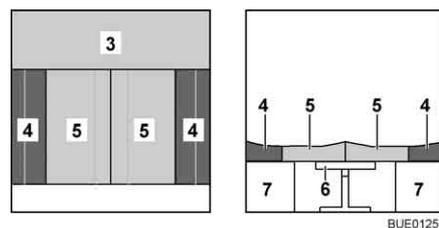

Bild 94 Nach dem Umbau
- Die Rückenpolster (Bild 94,4) an die Außenwand legen. Keilform beachten.
- Die beiden Sitzpolster (Bild 94,5) zwischen die Rückenpolster drücken. Keilform beachten.